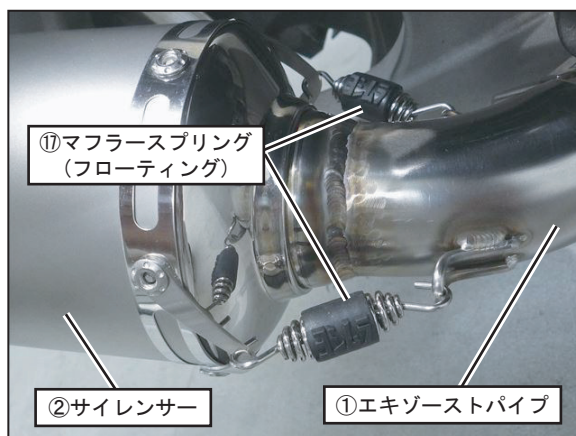

FIG. 14
10. ①エキゾーストパイプに②サイレンサーを取り付け、⑪マフラスプリング(フローティング)をスプリング取付工具を使用して取り付けて下さい。(FIG. 14 参照)